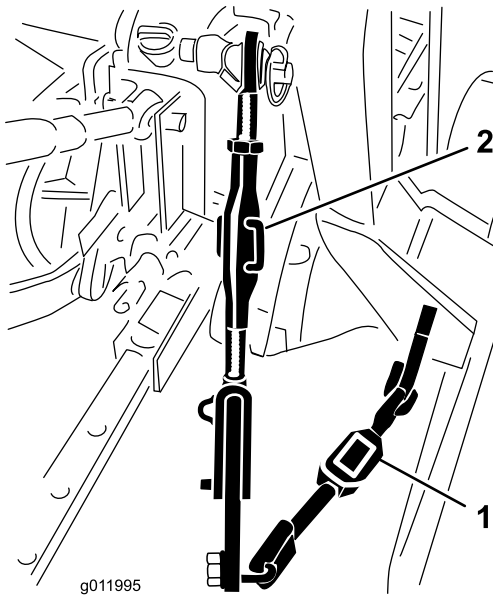

Bild 7
1. Stellen Sie die Unterlenker so ein, dass sie die Befestigungsplatten des Bläfers berühren (Bild 7).
2. Drehen Sie das einstellbare Lenkergehäuse (falls vorhanden) zum Anheben oder Absenken des Gestängearms, bis der Bläser in Querrichtung nivelliert ist (Bild 7).